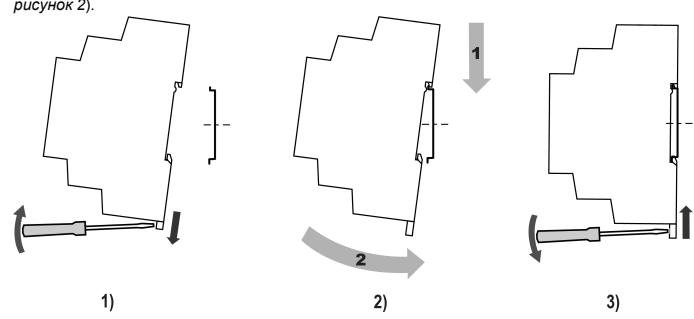

Рисунок 1 – Установка прибора
- Вставив отвертку в проушину, оттянуть защелку (рисунок 1, 1).
- Установить прибор на DIN-рейку в соответствии с в направлении стрелки 1 (рисунок 1, 2);
- Прижать прибор к DIN-рейке в направлении, показанном стрелкой 2. Зафиксировать защелку (см. рисунок 1, 3).
- Вставить отвертку в проушину, оттянуть защелку (рисунок 1, 1).